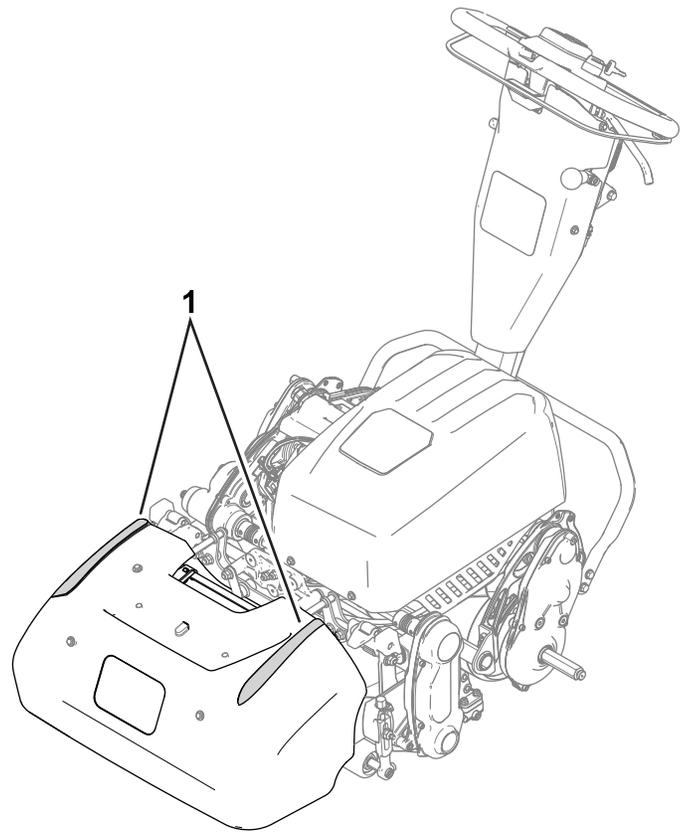

Figure 17
- Pour vous aider à travailler en ligne droite en travers du green et à maintenir la machine à égale distance du bord de la passe précédente, servez-vous des bandes d'alignement sur le dessus du bac à herbe (Figure 17).